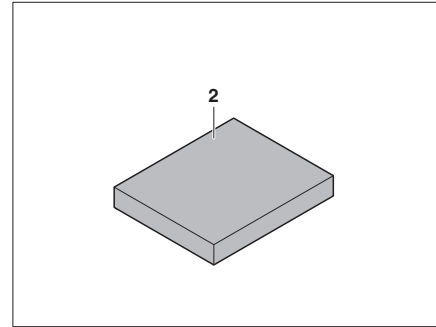

Bild 149 Zusatzpolster
- Zusatzpolster (Bild 149,2) in die Mitte auf den Tisch legen.